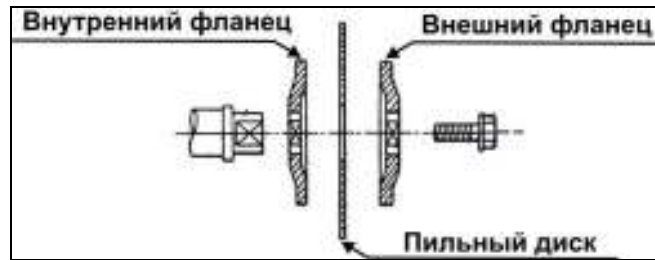

Рис. 13
14.2.1. Установите пильный диск в соответствии с последовательностью, указанной Рис.13 так, чтобы зубья пильного диска были направлены вниз в передней части пилы, Рис.2. Затяните болт крепления (39), Рис.12, вращением против часовой стрелки, придерживая в нажатом положении кнопку фиксации (34) пильного диска (30), Рис. 8.
14.1.3. Нажмите на кнопку фиксации пильного диска (34), Рис.8. Используя входящий в комплект к пиле ключ (E), Рис.1, отверните болт крепления пильного диска (39), Рис.12, поворачивая его по часовой стрелке (при этом, пильный диск не должен вращаться). Снимите внешний фланец и пильный диск, Рис.13.